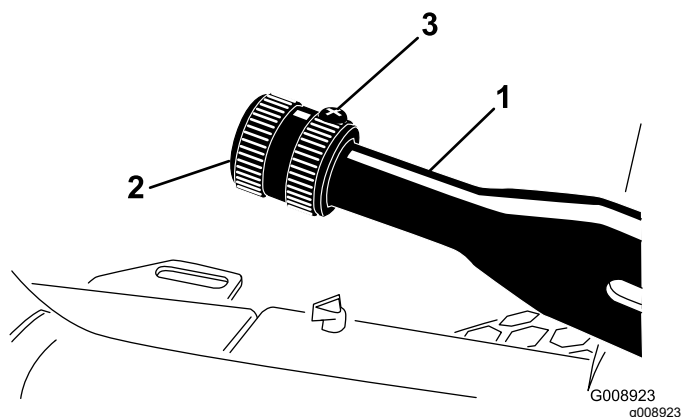

Figura 63
2. Desaperte o parafuso de afinação que fixa o manípulo à alavanca do travão de estacionamento (Figura 63).